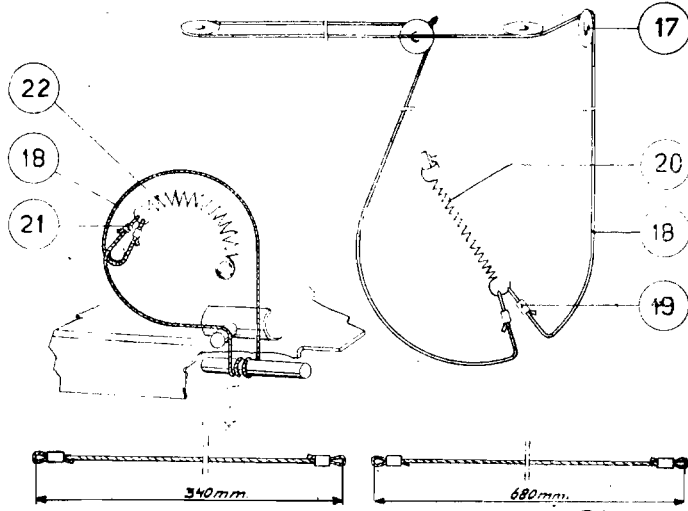

Fig. 4
4. De snaar eerst over de linker rolletjes leiden, vervolgens over rechter rolletjes met behulp van een speciaal haakje (zie fig.4).